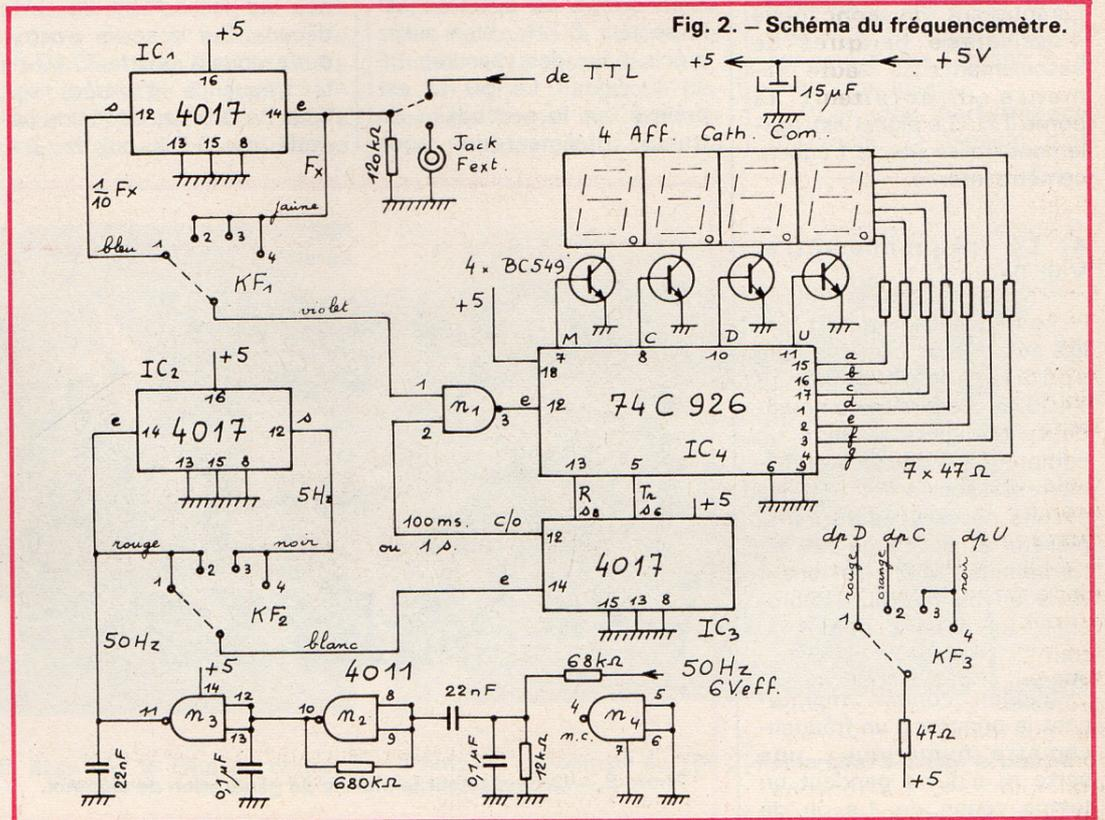

Fig. 2. - Schéma du fréquencemètre.
4) Le fréquencemètre. Voir figure 2.
La figure 2 bis montre le diagramme des signaux obtenus sur les sorties de cette décade. Sur la sortie « carry-out » nous avons le 1/10 de la fréquence d'entrée, soit 5 Hz ou 0,5 Hz, donc une période de 0,2 s ou de 2 s.